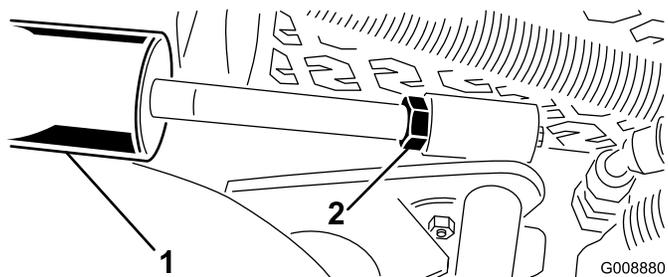

図 29
- A. カuttingユニットを降下させ、シリンダについているジャムナットを戻す 図 29。